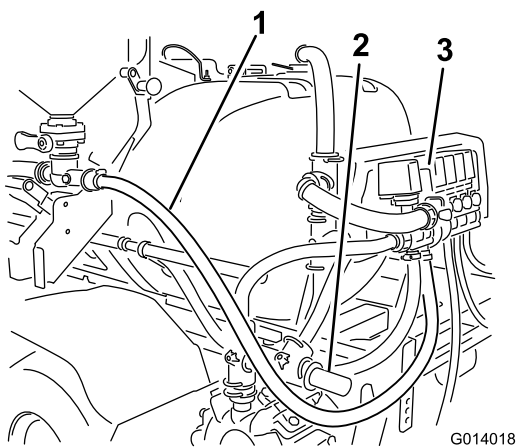

Bild 26
- 2. Verlegen Sie das offene Ende des Zulaufschlauchs nach hinten über die Pumpe hinaus und kehren dann zum Ventil unter dem Ablassventil zurück (Bild 26).
- 3. Verlegen Sie den Schlauch unter dem Rührwerkschlauch aber über der linken Befestigung für den mittleren Ausleger nach oben zum Ejektorventil (Bild 26).